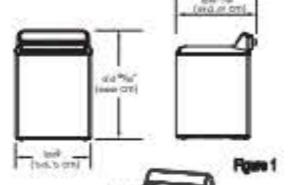

Figure 1
- Vérifiez les dimensions de l'appareil lors de la planification du transport et de l'installation (Figure 1).